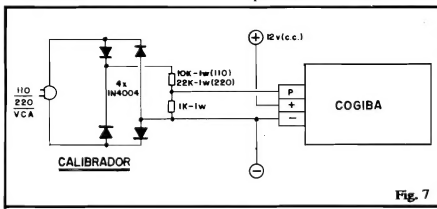

Fig. 7
- 1 - Barra de terminais tipo "Sindal", ou "ponte" de terminais soldáveis, para a momentânea implementação do circuito provisório de calibração (ver TEXTO e fig. 7).
B - Quem não tem acesso a um Gerador de Sinais pode, com toda facilidade, improvisar um (de excelente precisão, diga-se...), a partir do circuitinho "provisório" cujo esquema vemos na fig. 7: quatro diodos 1N4004, dois resistores e mais nada! O conjunto de componentes pode ser interligado momentaneamente através de uma barra tipo "Sindal" (o que, inclusive, permitirá o posterior aproveitamento dos componentes, já que os terminais não precisarão ser soldados nem
Para facilitar os cálculos eventuais, baseados na calibração com Gerador de Sinais ajustado em 120Hz, ou com o circuitinho provisório (fig. 7), é bom adotar a formula: